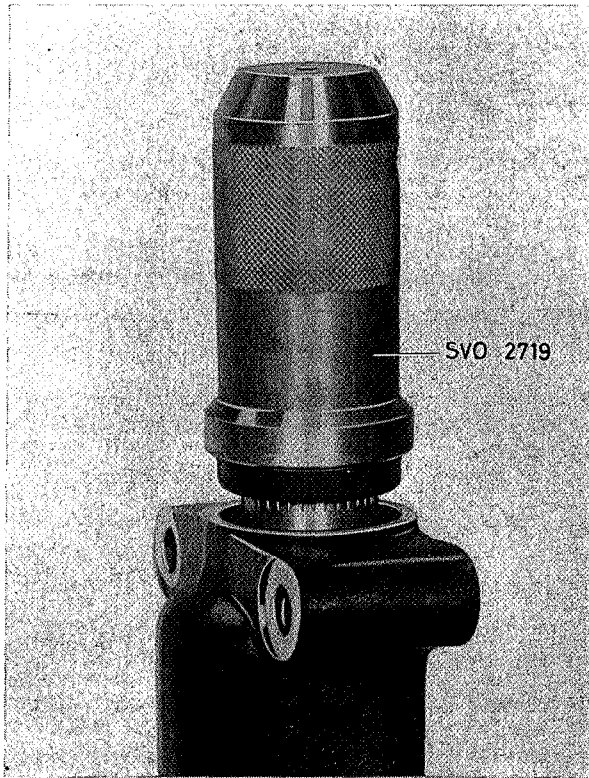

Fig. 6-46. Montage oliekeerring, pitmanas
- (4). Controleer of de stelschroef gemakkelijk zonder speling gedraaid kan worden. Vervang, indien er speling is de ring (5) door een dikkere.
14. Smeer en monteer de pitmanas. Breng het deksel (6) aan met de pakking. Schroef de stelschroef (2) ver genoeg naar buiten om de rol van de pitmanas vrij van de worm te laten draaien als de bouten (1) van het deksel worden vastgezet. Monteer de bouten (1) en zet ze vast.
15. Vet de oliekerkring (14) in en monteer hem met SVO 2719, zie Fig. 6-46.